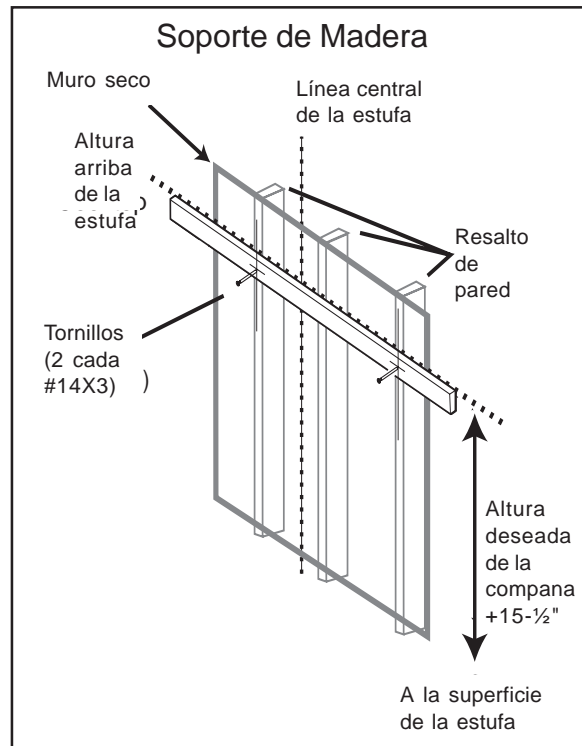

Figura 3 - Montando el soporte de madera
4. Localice un resalto en cada lado de la línea central de la estufa que se usa para montar el soporte de madera como se indica en la Figura 3.
7. Use cuatro 2 o 3 tornillos de campana (#14x3", vienen incluidos) para fijar el soporte a la pared como se indica en la Figura 3. Para soportar las campanas más largas, use seis tornillos de madera y tres resaltos, Avellana las cabezas para evitar la interferencia con la campana.